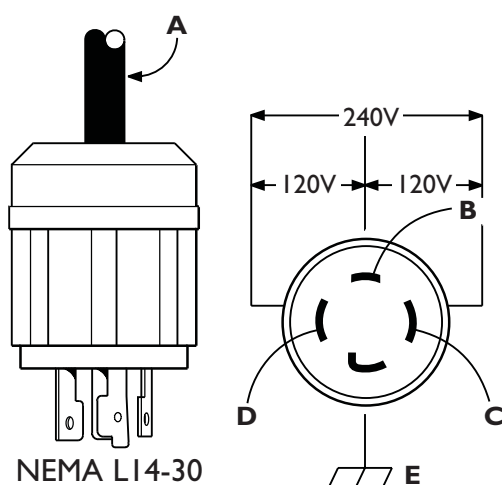

Figura 4 — Toma Eléctrica 120/240 V CA, 30 A
Use un tapón NEMA L14-30 con este receptáculo. Conecte un juego de cable de 4 alambres (A), clasificado como 250 Voltios AC a 30 Amps (o mayor) (Figura 4). Usted puede usar el mismo cable de 4-alambres si planea trabajar con una carga de 120 Voltios.